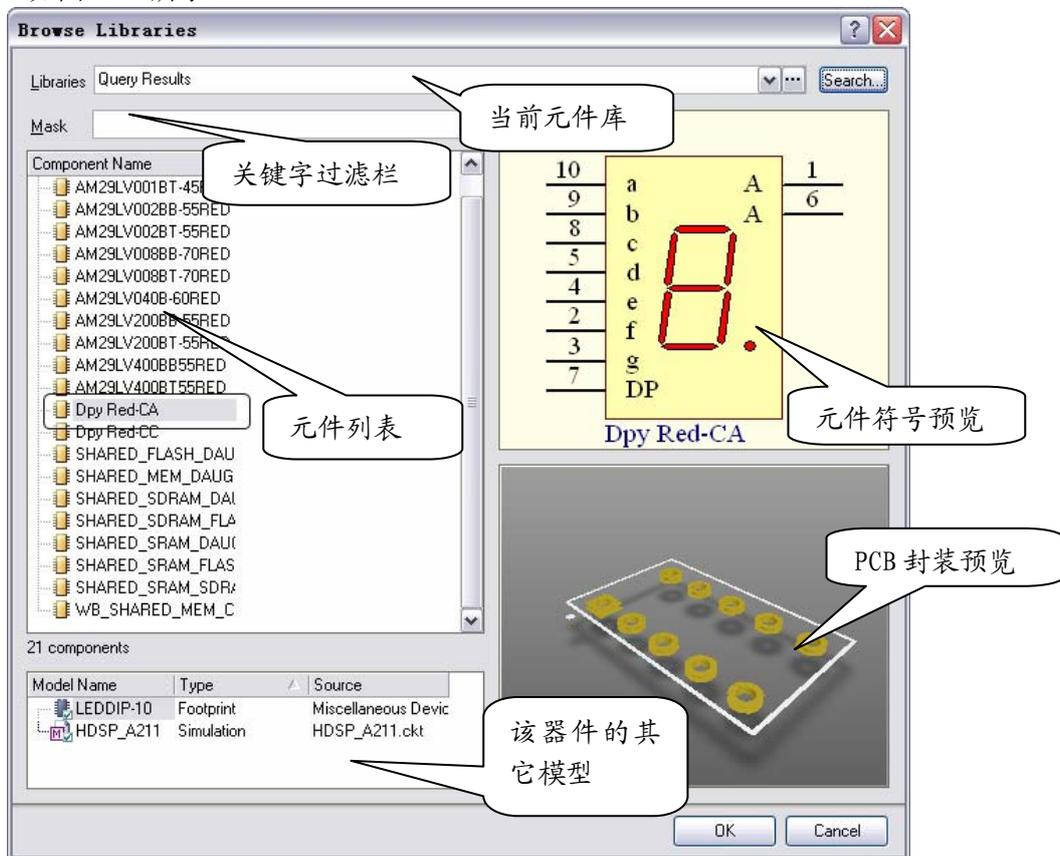
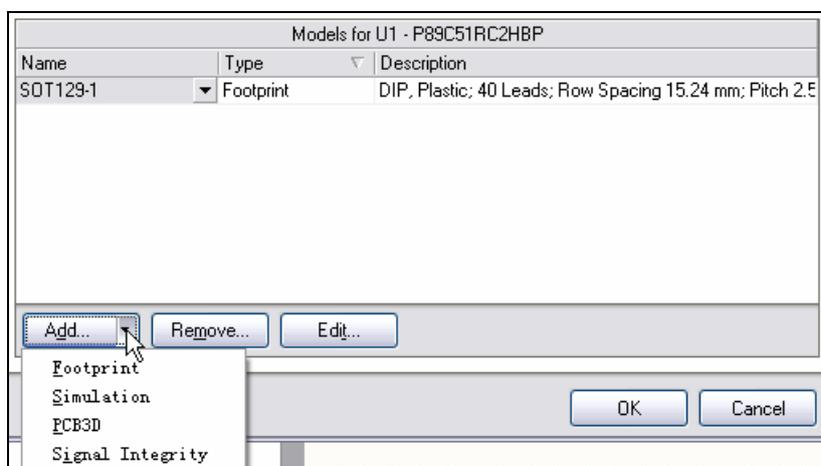
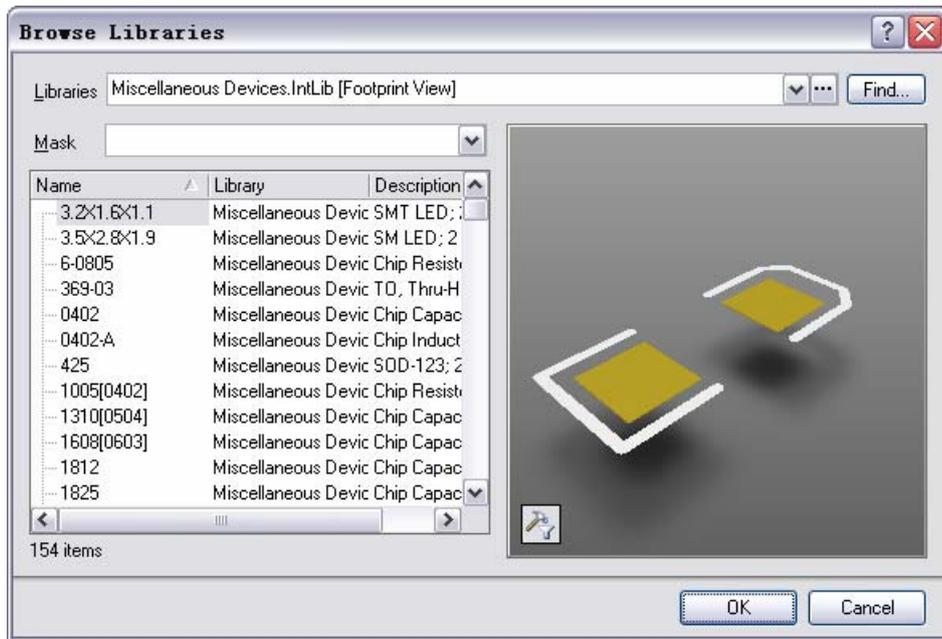
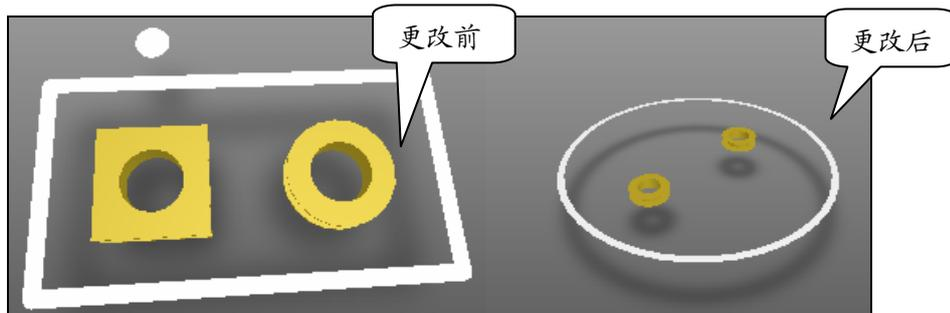

图 3-19 【Browse Libraries】元件库浏览对话框
图 3-27 器件模型属性
图 3-31 浏览封装库
图 3-32 更改器件的封装
读者也许会感到困惑，在放置器件对话框中难道只能放置以前放置过的器件？其实不然，点击放置器件对话框中的展开按钮，弹出偌大一个【Browse Libraries】元件库浏览对话框，如图 3-19 所示。
- **【Models for Component】** 器件模型：该区域列出了器件所能用的模型，其中包括**【Footprint】** PCB 封装模型；**【Simulation】** 仿真模型；**【PCB3D】** PCB 立体仿真图模型和**【Signal Integrity】** 信号完整性分析模型。由图 3-27 可知，P89C51RC2HBP 器件仅仅有 PCB 封装模型，所以并不能进行仿真分析，读者可以点击**【Add】**按钮自己设计添加仿真模型，当然这也不是本书所涉及的范围。如果图中所列出的 PCB 封装模型与器件的实际尺寸不一样的话，读者可以另行选择其他的封装。
**PCB 封装模型的编辑：**双击图 3-27 的封装模型，或是选中模型后点击**【Edit】**按钮，进入 PCB 封装模型对话框，如图 3-28。其实在该对话框中能供读者改变的属性很少，此时**【Browse】**按钮呈灰色，不能更换封装。仅仅能改变的是器件的引脚与模型引脚之间的映射，点击**【Pin Map】**按钮，弹出图 3-29 所示的引脚映射关系框，倘若器件的实际引脚与原理图模型的引脚顺序不一致的话可以双击右边**【Model Pin Designator】**栏中的相应数字直接进行编辑。
**添加 PCB 封装模型：**当系统默认的 PCB 封装模型与实际器件不一致时最好的解决办法就是添加新的封装模型。例如我们绘制原理图中的蜂鸣器元件，其默认的封装模型是长方形的“PIN2”封装，而我们实际能够买到的蜂鸣器往往是圆柱形的和点解电容类似的封装，怎么办呢？用大小一样的电容点封装来替换是一个不错的选择。击图 3-27 器件模型属性区域中的【Add】按钮，选中【Footprint】选项，弹出跟 3-28 封装模型一样的对话框，所不同的是此时的【Browse】按钮是可用的。点击【Browse】按钮浏览 Altium Designer 的器件封装库，如图 3-31。是不是发现与图 3-19 的元件库浏览对话框相似？点击左边的器件名称，右边的浏览框中显示器件的三维图像，读者可以自行找到如图 3-32 所示的圆柱形的 RB5-10.5 封装，若是找不到的话同样可以点击  按钮进行元件库加载操作或是点击【Find】按钮在 Altium Designer 丰富的封装库中寻找自己所需的封装，一切操作均与前面元器件查找相同。